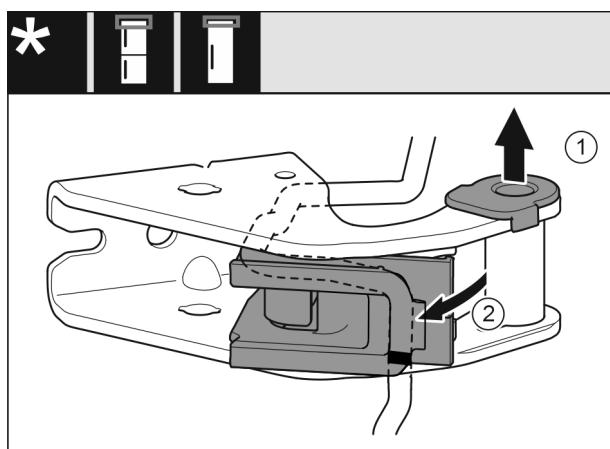

Fig. 26
- Τραβήξτε το κουζινέτο από τον οδηγό. Fig. 26 (1)
- Ανοίξτε το στήριγμα καλωδίων. Fig. 26 (2)